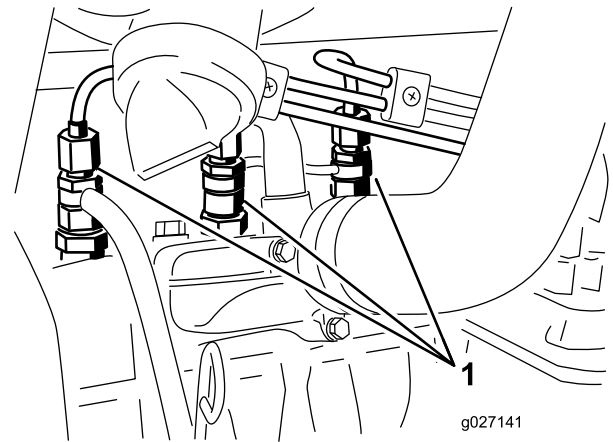

Figura 58
1. Allentate il raccordo dell'ugello n. 1 ed il gruppo portaugelli (Figura 58).